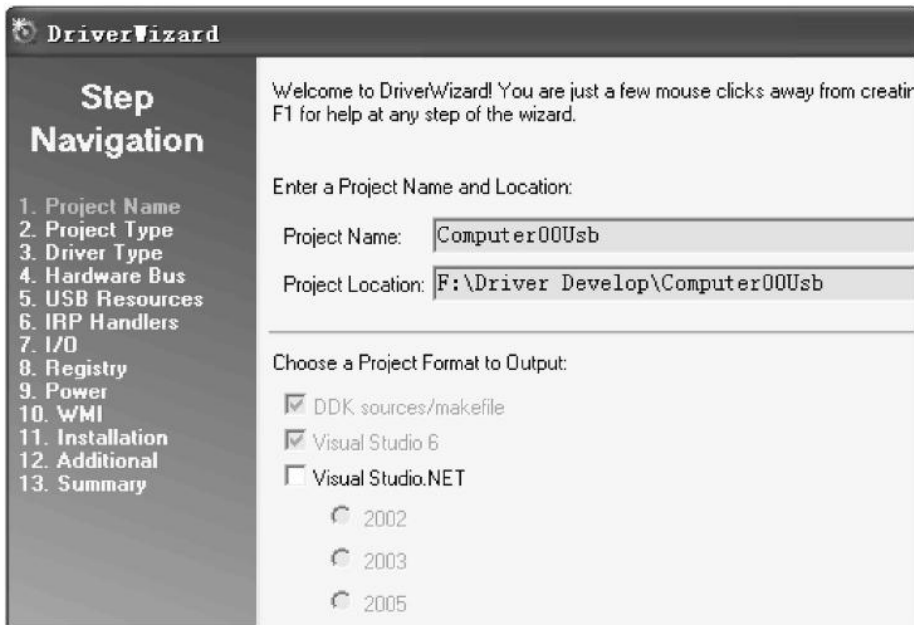

图 9.4.2 设置工程目录和工程名
(1) 设置工程路径以及工程名。在弹出的输入工程名对话框中,将工程名设置为 Computer00Usb,并在下面选择一个合适的目录,然后单击 Next 按钮,如图 9.4.2 所示。